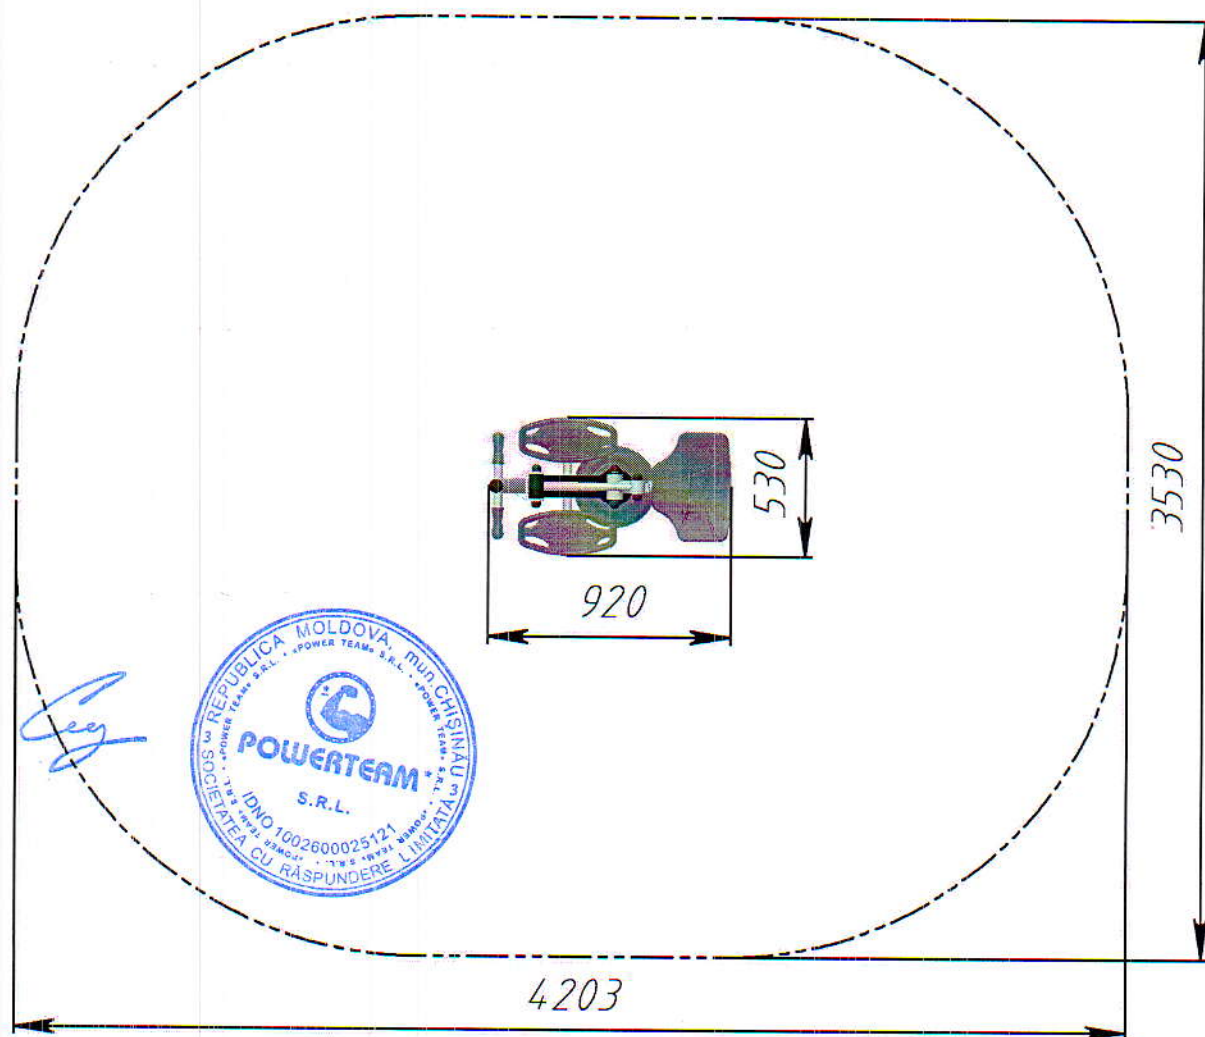

Рис.2 Зона безопасности тренажера РТР 516Т
3.5. Монтаж тренажера проводится на ровном месте в соответствии с планировкой размещения всего оборудования площадки. При монтаже необходимо обеспечить безопасную зону вокруг тренажера в соответствии с рис. 2.